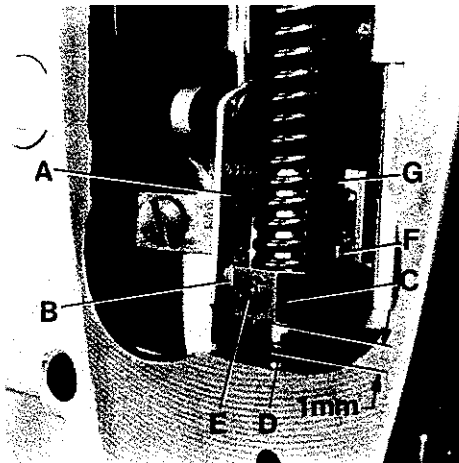

Fig.44
With needle bar at bottom of stroke and presser foot resting squarely on throat plate, there should be a minimum clearance of 0.5 mm (.020 in.) between slot end of link (A, Fig. 44 and 44A) and shank screw (B) in presser bar connection and guide (C) when the foot lifter lever is released. At this time, there should also be at least 1 mm (.040 in.) clearance between bottom of presser bar connection and guide (C, Fig. 44) and top of presser bar bushing (D).
Bei am unteren Hubende stehender Nadelstange und direkt auf der Stichplatte aufliegendem Drückerfuß, soll zwischen dem Schlitzende des Gelenks (A, Fig. 44 und 44A) und der Zapfenschraube (B) und Führung (C) ein Mindestabstand von 0,5 mm sein, wenn der Fußlifterhebel losgelassen ist. Gleichzeitig muß zwischen der Unterseite der Drückerstangen-Verbindung und Führung (C, Fig. 44) und der Oberseite der Drückerstangenbuchse (D) ein Abstand von mindestens 1 mm sein.
With the presser foot resting squarely on throat plate loosen set screw (E, Figs. 44 and 44A) in presser bar connection and guide (C) and nut (F) and adjust long stop screw (G) against the bed casting to ensure the described clearances. Retighten set screw (E) and nut (F).
Bei direkt auf der Stichplatte aufliegendem Drückfuß lösen Sie den Gewindestift (E, Fig. 44 und 44A) in der Drückstangenführung (C) und die Mutter (F) und stellen die lange Anschlagsschraube (G) gegen den Gehäuseuß um die beschriebenen Abstände zu erhalten. Ziehen Sie den Gewindestift (E) und die Mutter (F) wieder an.